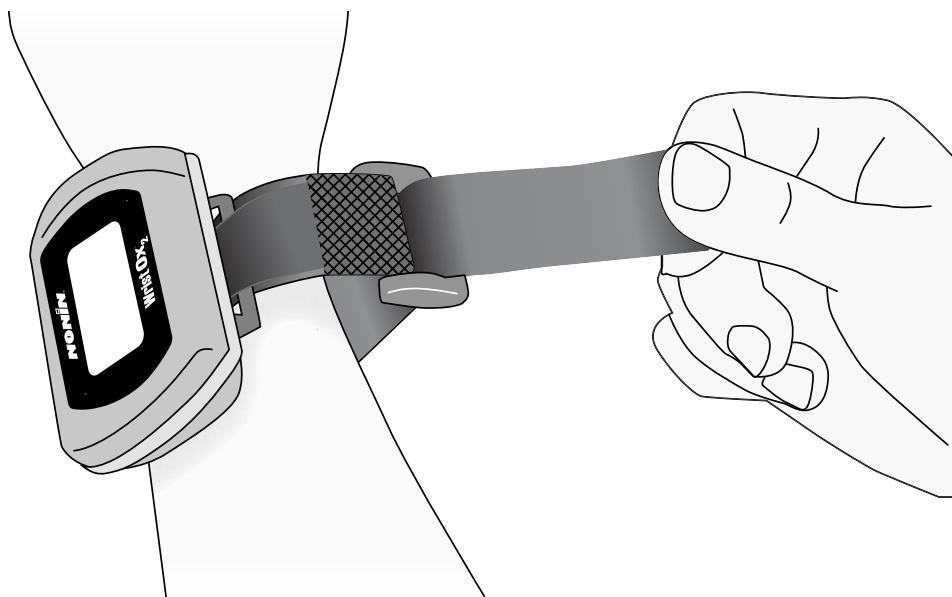

Figura 11: Inserção e Ajuste da Pulseira
3. Passe a ponta arredondada da pulseira pela fivela de plástico. Puxe a pulseira através da fivela de plástico até que o aparelho esteja confortável no pulso (figura 11).